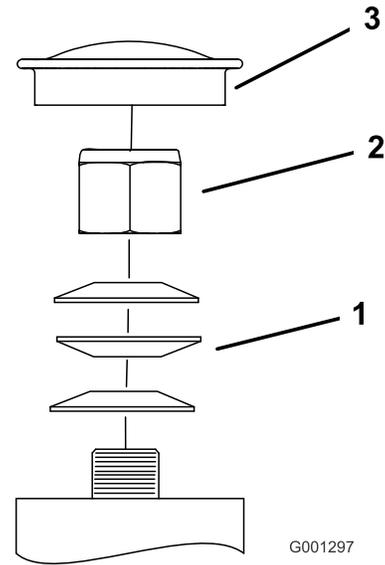

Bild 69
3. Entfernen Sie den Staubdeckel vom Laufrad und ziehen Sie die Sicherungsmutter an (**Bild 69**).
4. Ziehen Sie die Sicherungsmutter so weit fest, dass die Federscheiben flach liegen und schrauben dann um Viertelumdrehung zurück, um die Lager richtig vorzuspannen (**Bild 69**).
Wichtig: Achten Sie darauf, dass die Federscheiben richtig eingesetzt sind, siehe **Bild 69**.
5. Setzen Sie den Staubdeckel auf (**Bild 69**).